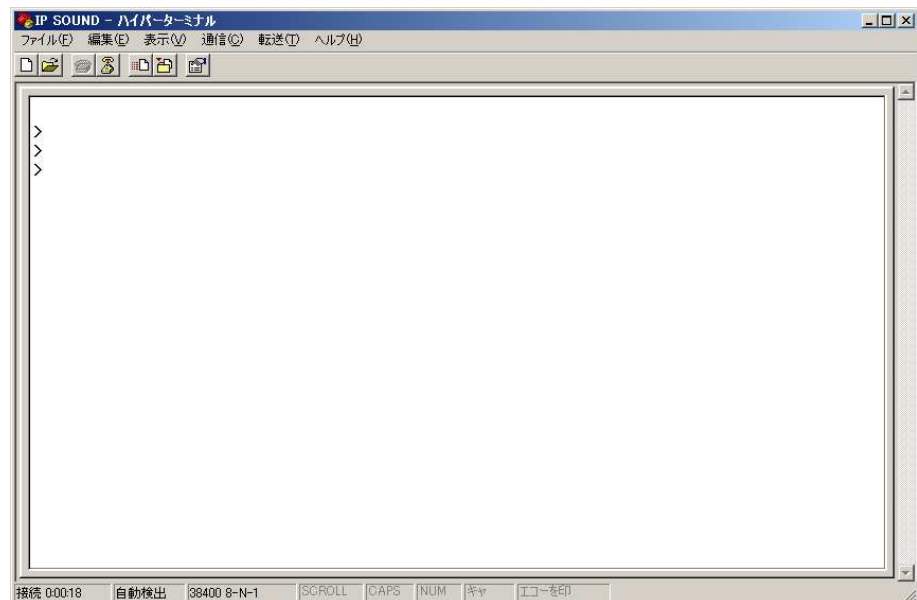

図 8.9
- e) 接続が完了すると、図 8.9 の通り、「>」(プロンプト)が表示されます。表示されない場合は、リターンキーを数回押してください。